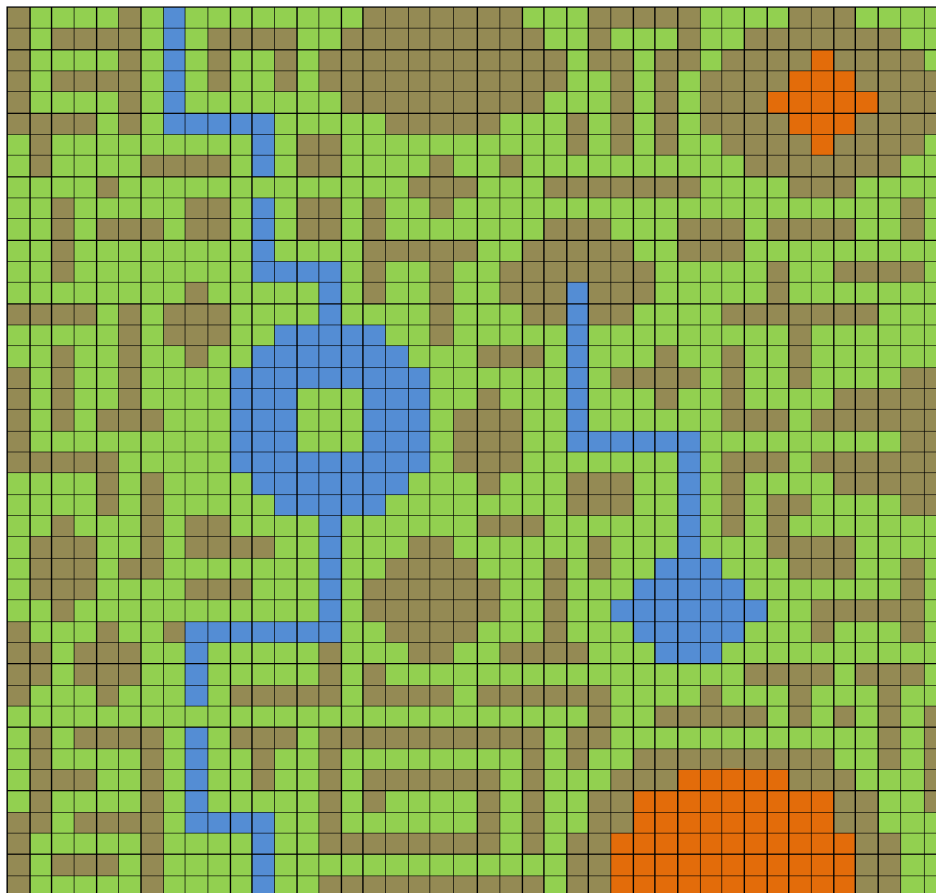

Figura 2: Ambiente a ser explorado pelo robô. Cores: verde – terreno sólido e plano; azul – pântano; marrom – montanhoso; vermelho – árido.
Os tipos de terrenos que compõem o ambiente são (ver cores na Figura 2):
- O ambiente deve ser representado por uma matriz  $42 \times 42$  (igual mostrado na Figura 2);